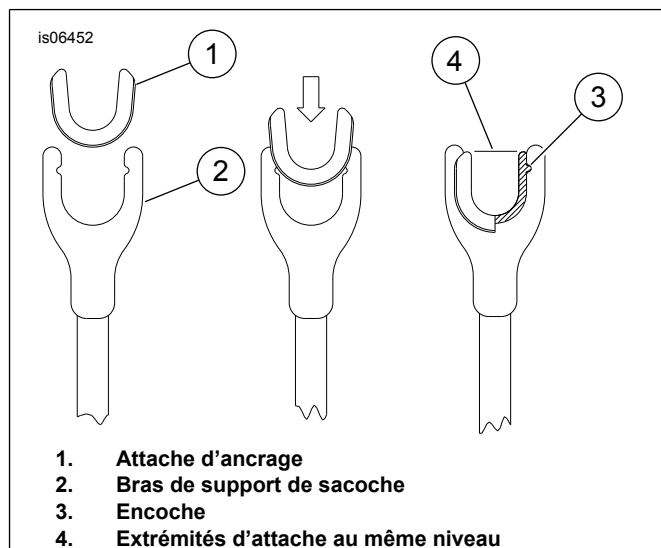

Figure 2. Installation de l'attache d'ancrage
2. Voir Figure 2. Installer les attaches d'ancrage en U (1) à l'extrémité de la fente des bras de support de sacoche (2). Les attaches doivent être complètement insérées dans la fente de bras de support pour s'ajuster sur la chape d'ancrage.
3. S'assurer que les protubérances de l'attache d'ancrage sont complètement installées dans l'encoche de bras de support (3) et les deux extrémités de l'attache d'ancrage sont approximativement au même niveau que les doigts de bras de support (4). Ceci peut nécessiter plusieurs tentatives. **SI** l'attache est proche de son emplacement final sans être complètement installée, on peut utiliser une pince, en protégeant les surfaces de l'attache et du support, pour forcer l'engagement des encoches.